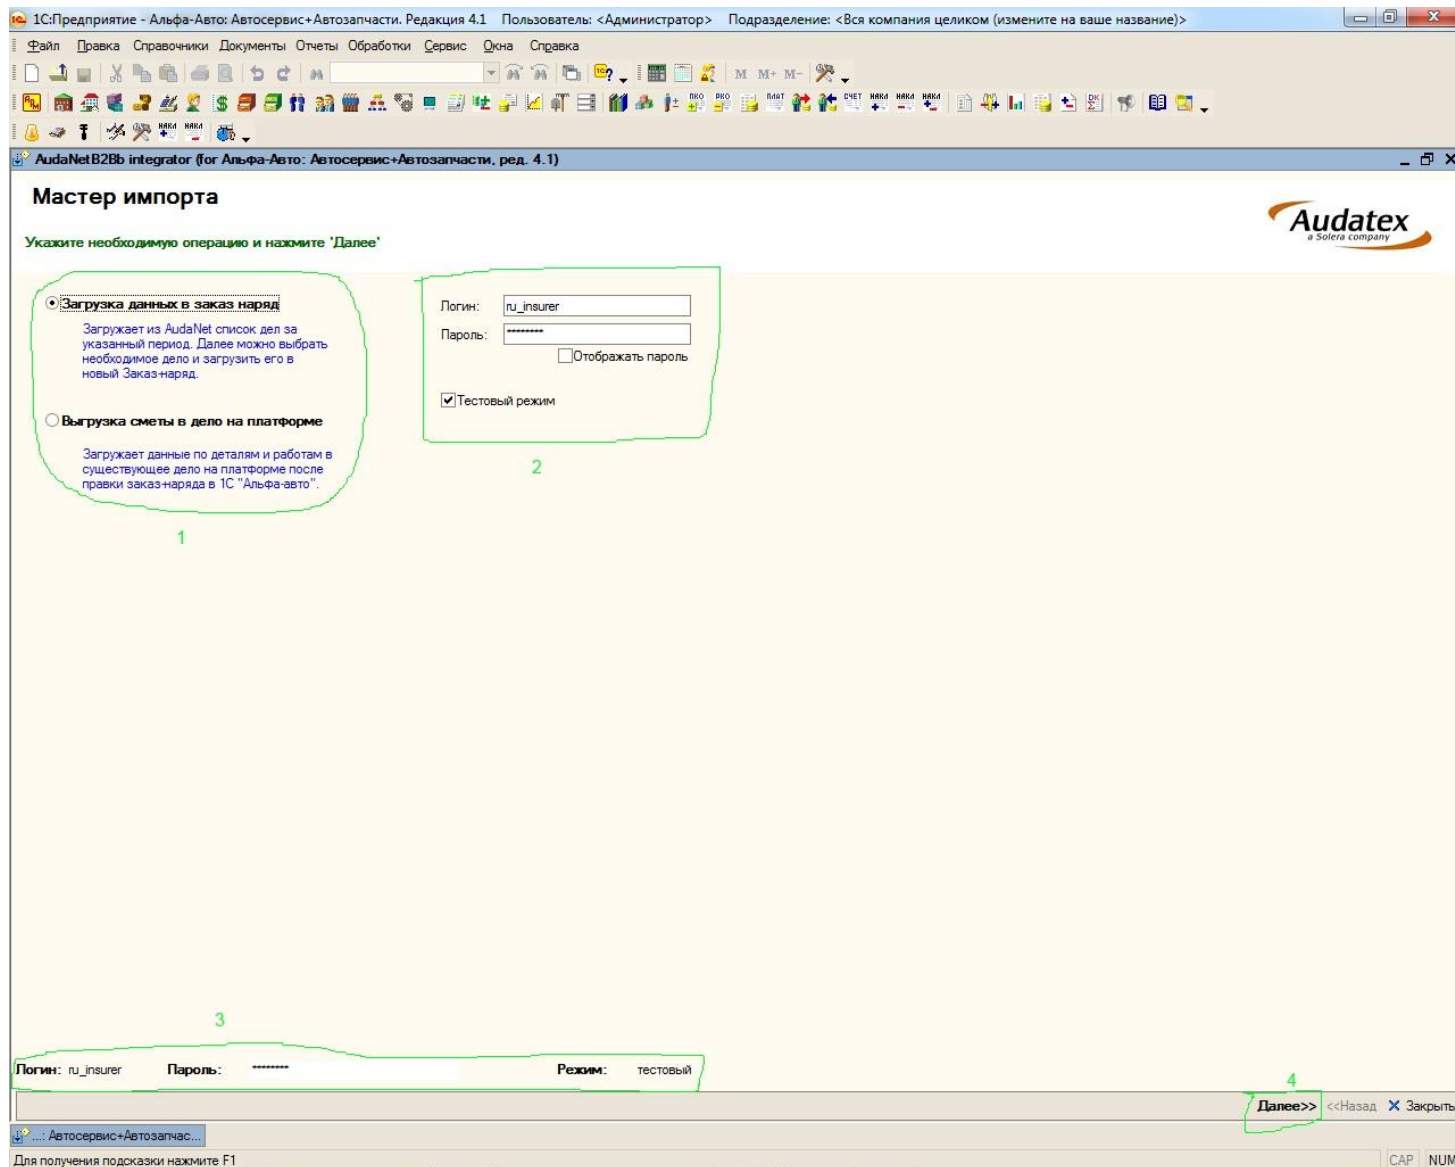

Рис. 1. Стартовое окно продукта.
На рис. 1 изображено окно, которое открывается сразу при запуске. Слева (1) пользователю предлагается выбрать желаемую операцию (загрузка данных в заказ-наряд с платформы либо выгрузку сметы в XML формате).
Для начала загрузим данные какой-либо калькуляции в заказ-наряд. Для этого выберем соответствующую операцию (при открытии окна продукта она выбрана по умолчанию) и нажмем кнопку «Далее» на нижней панели (см. рис. 1).